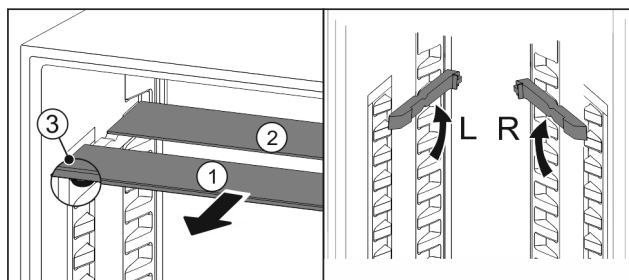

Fig. 19
- По одной извлеките Fig. 19 (1) стеклянные панели движением вперед.
- ▷ Стеклянная панель Fig. 19 (1) с декоративной планкой лежит спереди.
- ▷ Стопоры Fig. 19 (3) показывают вниз.